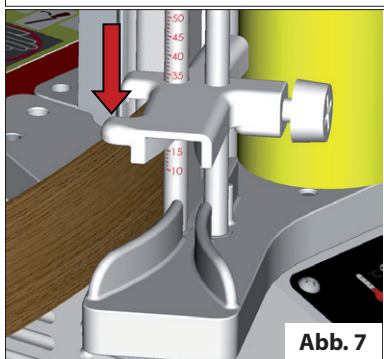

Abb. 7
- Führen Sie das Klebeband von der Seite unterhalb des Anschlags ein und messen Sie die Höhe (Abb. 7), dann die Schraube festziehen.